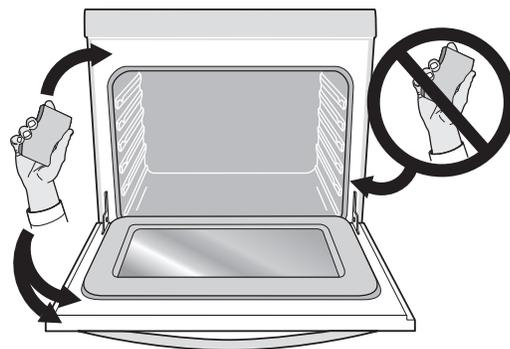

Figure 34 : Zone de la porte du four qu'il faut nettoyer et ne pas nettoyer (joint)
- Ne nettoyez pas le joint de la porte du four (Figure 34). Le joint tissé est essentiel à la bonne étanchéité du four. Prenez soin de ne pas frotter, endommager ou retirer le joint. N'utilisez aucun produit de nettoyage sur le joint de la porte. Cela pourrait endommager le joint de la porte.
- Nettoyez toute saleté sur le cadre du four, le revêtement de la porte autour du joint et la petite surface située au centre, devant, sur la sole du four (Figure 34). Ces zones chaufferont suffisamment pour que la saleté y brûle. Nettoyez-les avec de l'eau savonneuse avant de lancer l'autonettoyage.